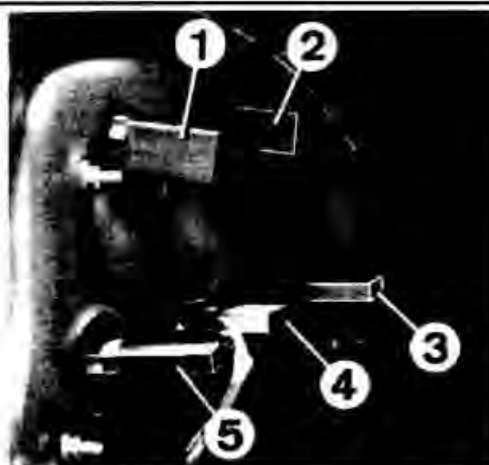

Рис. 1-38. Замена ламп задних фонарей:
• Вынуть лампу из держателя, нажав на нее и повернув влево. Расположение ламп заднего фонаря показано на рис. 1-38.